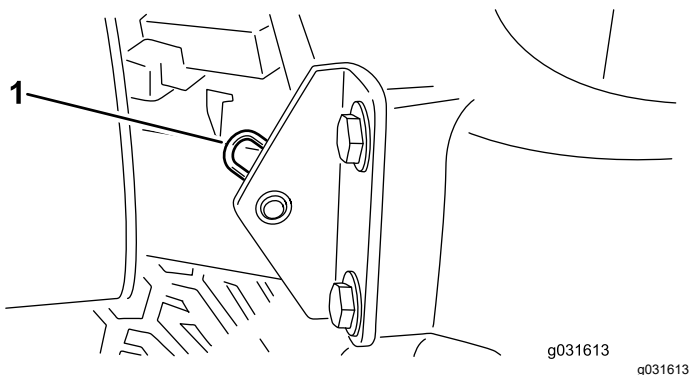

Figura 77
2. Tire o perno de gancho que fixa a articulação do capot aos suportes de montagem (Figura 77).